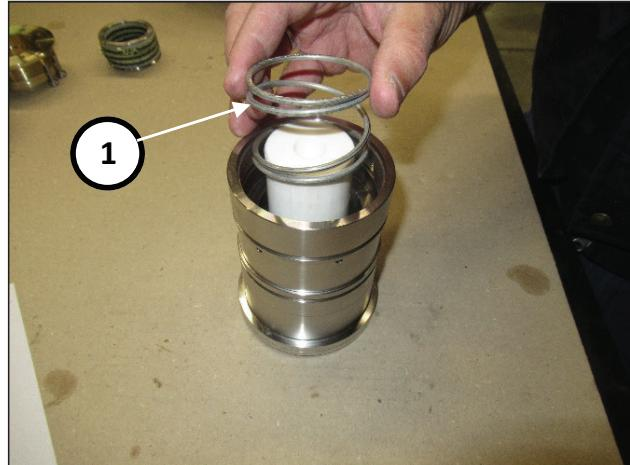

Fig. 176
Introducir el muelle en la camisa (pos. ①, Fig. 176)